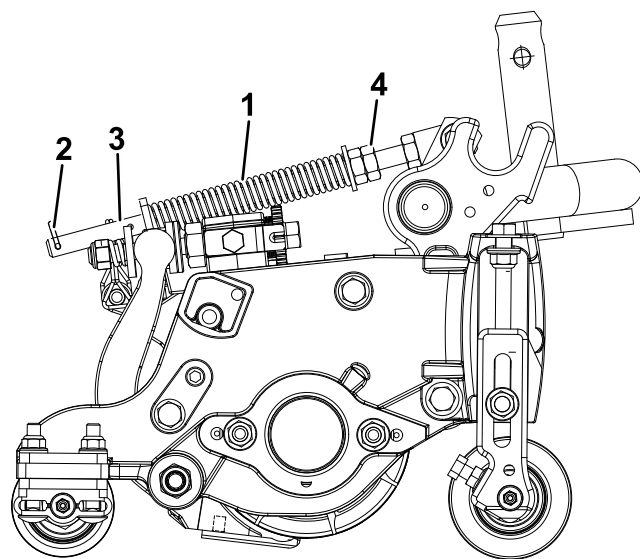

Figure 14
2. Serrez les écrous hexagonaux sur l'extrémité avant de la tige de ressort jusqu'à ce que la longueur du ressort comprimé (Figure 14) soit égale à 12,7 cm sur les unités de coupe de 13 cm ou à 15,8 cm sur les unités de coupe de 18 cm.
Le ressort de compensation (Figure 14) transfère aussi le poids du rouleau avant au rouleau arrière. Cela évite la formation d'ondulations à la surface de la pelouse.
1. Vérifiez que la goupille fendue est insérée dans le trou de la tige de ressort (Figure 14).